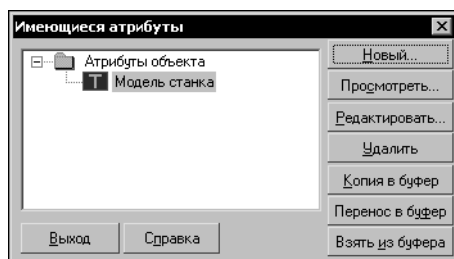

Рис. 60.1. Диалог работы с атрибутами объекта
2. Вызовите команду **Сервис — Атрибут**. На экране появится диалог работы с атрибутами объекта (рис. 60.1).
2. Вызовите команду **Сервис — Атрибуты...**. На экране появится диалог работы с атрибутами (рис. 60.1).
Операции с атрибутами геометрических объектов производятся в диалоге (рис. 60.1), вызываемом командой **Сервис — Атрибуты....**